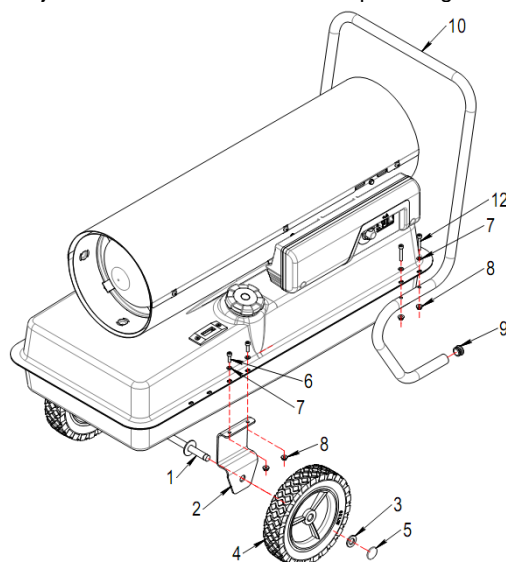

Bild 2
För att montera apparaten gör så här (se bild 2). Fäst ett av beslagen (2) till tanken med skruvarna (6), brickorna (7) och muttrarna (8). Skjut axeln (1) på det fasta beslaget (2), fäst det andra beslaget (2) och skjut axeln på det andra stativet. Montera i denna ordning: hjul (4), brickor (3) och fästringar (5). Slå läpp på pluggarna för att fästa dem.